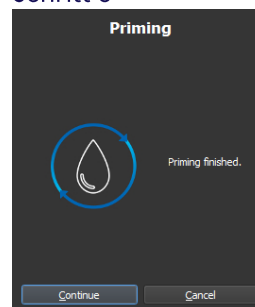

Abbildung 3. Schritte des Prime Programms
7. Klicken Sie dazu auf Prime  in der Hauptleiste und dann auf Start  (siehe Abbildung 2) und folgen Sie den Anweisungen durch das Prime-Programm (siehe Abbildung 3).